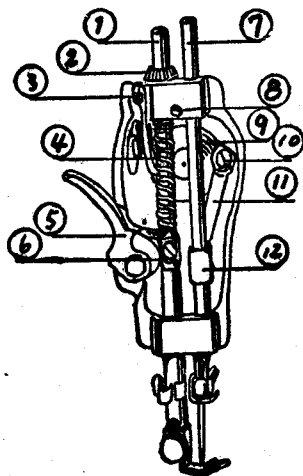

图 9
5. 面板内部(图9)
① 压紧杆	Z 5	押脚梗	15257
② 调压螺丝	S 17	空壳螺丝	263
③ 挑线杆	R 21	撬线梗
④ 压杆簧	W 5	押脚弹簧	8399
⑤ 压紧杆板手	R 20	押脚板手	55621
⑥ 压杆导架	R 16	押脚轧头	2068
⑦ 针杆	Z 2	针梗(天心)	2050
⑧ 面板螺丝眼		面板螺丝眼	2044
⑨ 挑线凸轮	T 2	前麦果	15272
⑩ 小速杆螺丝	S 5	越档螺丝	570